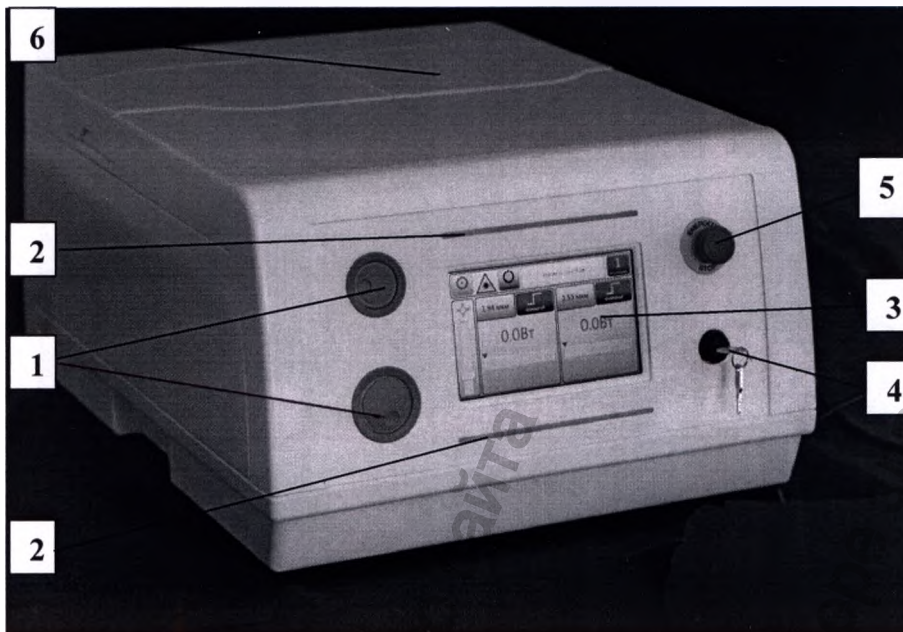
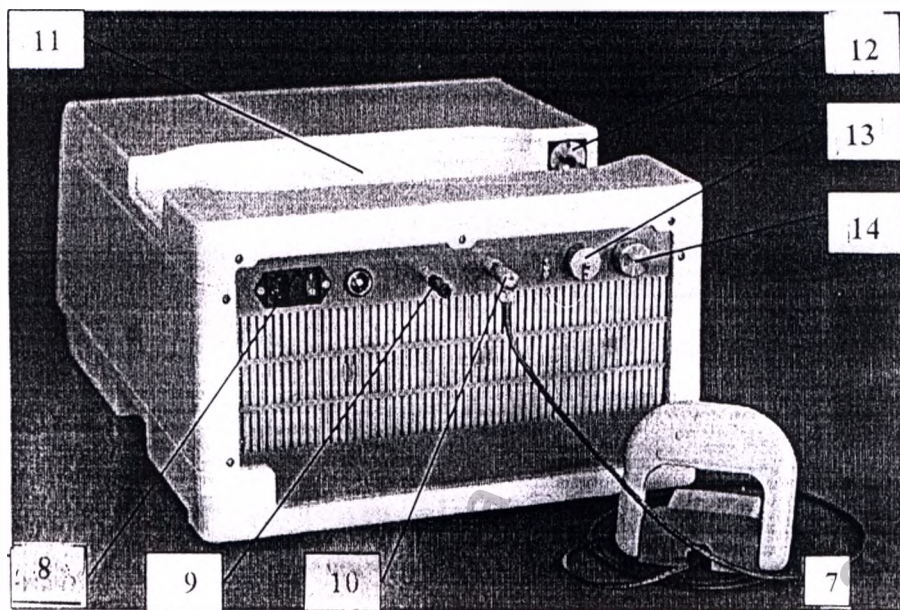

Рисунок 1
Рисунок 2
3.5 В корпусе аппарата «Уролаз» установлен лазерный модуль с волоконным выводом излучения, блок питания, вентиляторы охлаждения, а также электронные блоки управления аппаратом и обеспечения безопасной работы. Внутренний волоконный световод передает лазерное излучение от модуля к расположенному в нише оптическому разъему 12 (рис.2). К разъему подключается рабочий волоконный инструмент, избыточная длина волокна которого укладывается в нишу 11 (рис.2). В нерабочем положении ниша закрывается крышками 7 (рис.1). Если рабочий инструмент не присоединён, оптический разъём должен быть закрыт специальным колпачком.